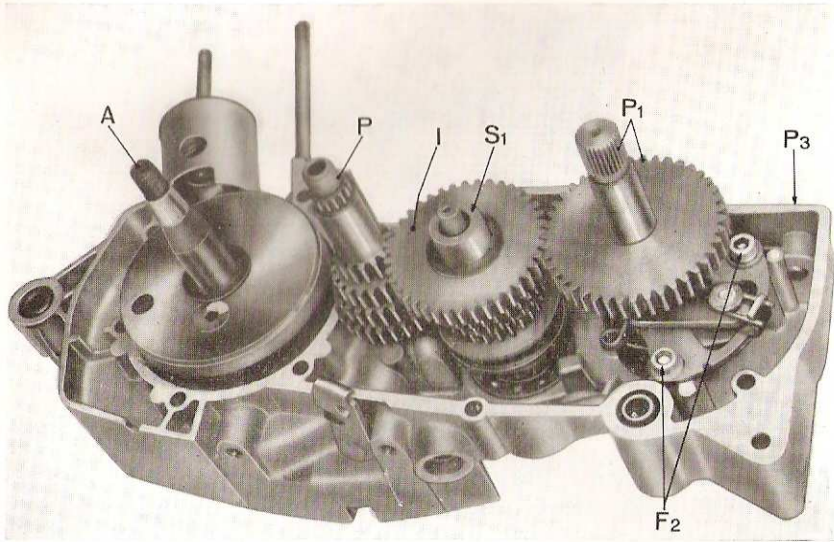

Fig. 9 - Démontage du groupe changement de vitesses
14. Fig. 9 - Degager le groupe de mise en marche P 1, le groupe des engrenages I sur l'arbre secondaire, l'arbre primaire P et l'arbre moteur A du demi-carter, éventuellement à l'aide d'un maillet. Avec un aimant enlever les 9 arrêts de leur siège dans l'arbre secondaire.